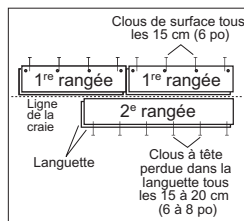

Figure 8
- Utiliser une cloueuse pneumatique pour enfoncer des clous perpendiculairement dans la rainure, à 1/2 po (13 mm) de la bordure, à des intervalles de 6 po (15 cm) et à 1 po à 2 po (2,5 à 8 cm) de chaque extrémité puis à un angle de 45° dans l'espace pour les clous sur le dessus de la langue à des intervalles de 6 po à 8 po (15 à 20 cm) (Figure 8).
- Si utilisant les clous de finition pré-percés les trous de clou avec un foret de 1/32 po (0,8 mm) approximativement 1/2 po (13 mm) du bord du dos (le sillon), 1 po à 3 po (2,5 à 8 cm) de chaque fin, et à des intervalles de 6 po (15 cm) les intervalles. Pré-percer au même intervalle, à un angle de 45° dans l'espace pour les clous sur le dessus de la langue (Figure 8). Enfoncer les clous perpendiculairement dans le côté de la rainure, là où des trous ont été pré-percés. Lorsque cela est fait, clouer à clous perdus à un angle de 45° dans la langue de la première rangée. Fixer avec des clous 6 ou 8d. Fraiser les clous pour qu'ils soient égaux avec la rainure. Utiliser un chasse-clou pour fraiser les clous et éviter de meurtrir le bois.